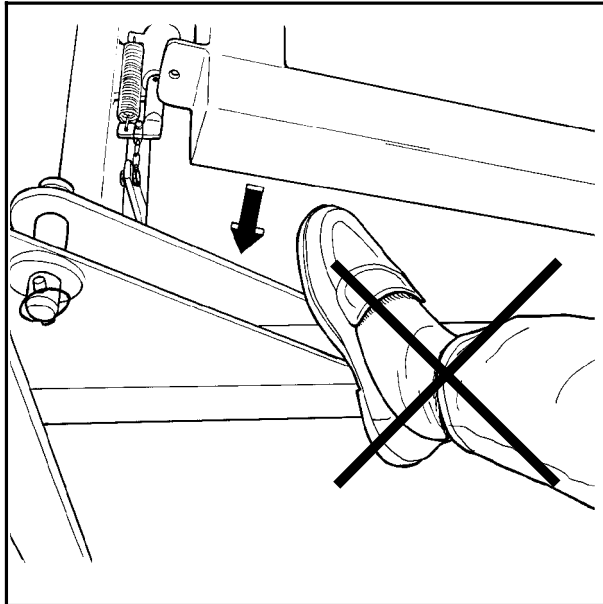

Bild 2-2
2. Nachdem der Ballen eingewickelt und von der Maschine heruntergekippt worden ist, muß der Drehtisch vor dem Verpacken des nächsten Ballens nach unten gesenkt und verriegelt werden. Wenn der Mittelrahmen mit dem Drehtisch nach unten gesenkt wird, kann sich eine Person zwischen dem Mittel- und Haupttrahmen auf jeder Seite und der Rückfront der Maschine einklemmen. Wahren Sie zum Schutz Ihrer Hände und Füße immer einen großen Abstand zu der Maschine (Abb. 2-2).